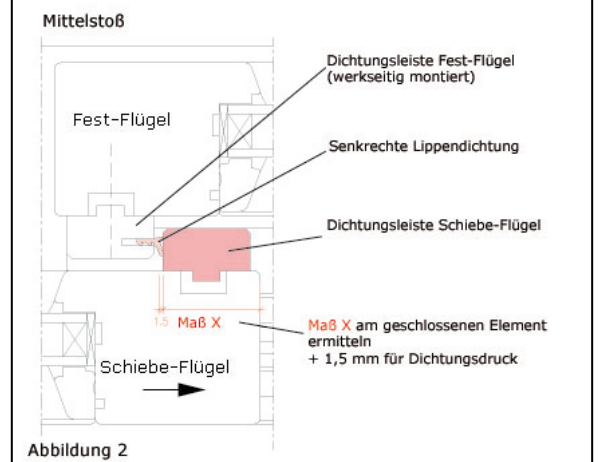

Abbildung 2
- 2) Zum Montieren der Dichtungsleiste am beweglichen Flügel muß Maß X ermittelt werden => von der Außenkante des Schiebe-Flügels bis Anfang der senkrechten Lippendichtung (Abbildung 2). Messen Sie an mehreren Punkten.
- 4) Zu dem genommen Maß muß ein Andruck von 1,5 mm hinzugerechnet werden. => Maß X + 1,5 mm (Abbildung 2).
- 7) Andruck und Dichtigkeit überprüfen. Ggf. durch versetzen der Dichtungsleisten im Bereich "Mittelstoß" den Dichtungsandruck korrigieren (Abbildung 2).